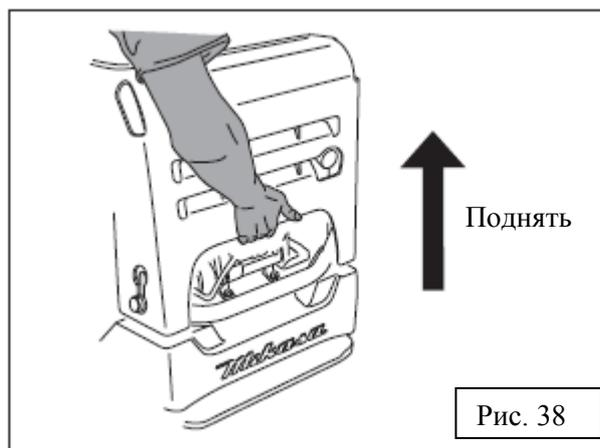

Рис. 38
2. Поднимите переднюю крышку, удерживая её за скобу и переднюю часть (рис. 38).